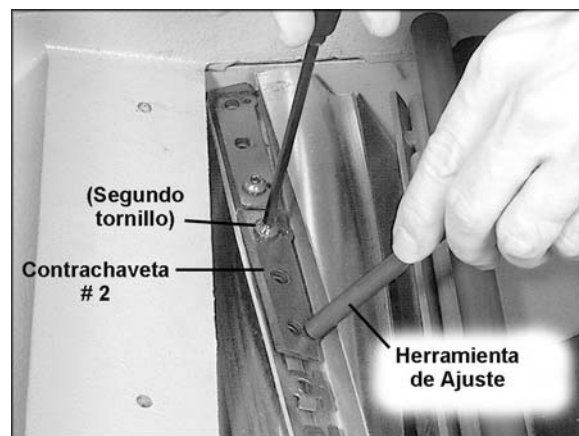

Figura 19 – Modelo 15S solamente
8. Ponga la primera contrachaveta en su lugar en el extreme de la cabeza de corte. Use los pasadores de ajuste de la cuchilla mostrados en la Figura 19. Los pasadores de ajuste caben
10. Coloque la siguiente contrachaveta en posición y repita el proceso. Vea la Figura 19. Use los pasadores de ajuste y asegúrese de que las alas de la cuchilla se encuentren por completo en el canal de la cabeza de corte. Continúe secuencialmente desde un extremo de la cabeza de corte al otro. Nuevamente, solo ajuste los tornillos lo suficiente para que sostener a las cuchillas en el canal.